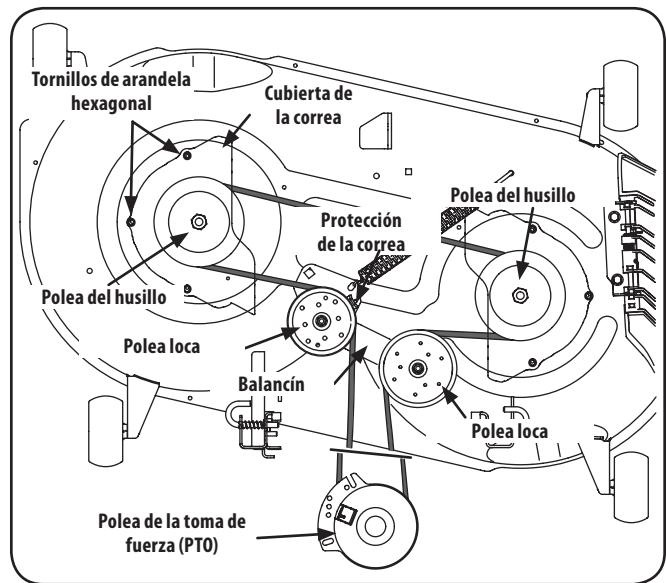

Figura 7-10
- Retire los tornillos de arandela hexagonal que sujetan las cubiertas de las correas a la plataforma. Consulte la Figura 7-10.
5. Instale la nueva correa alrededor de las poleas del husillo tal como se muestra y reinstale las cubiertas de las correas. Consulte la Figura 7-10.